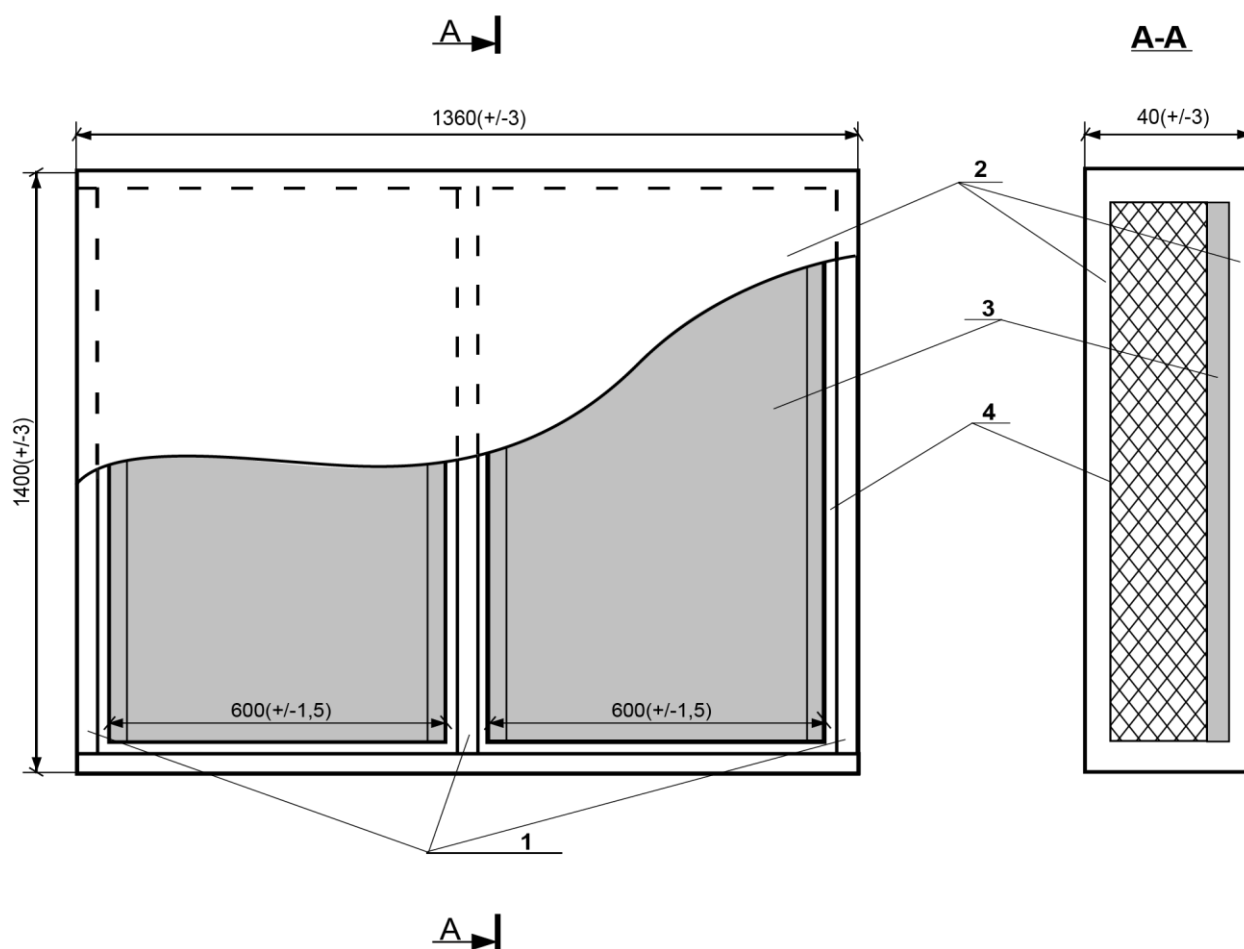

Рис. 1
**Принципиальная** конструкция одной из термоактивных кассет, представлена на рис.1: